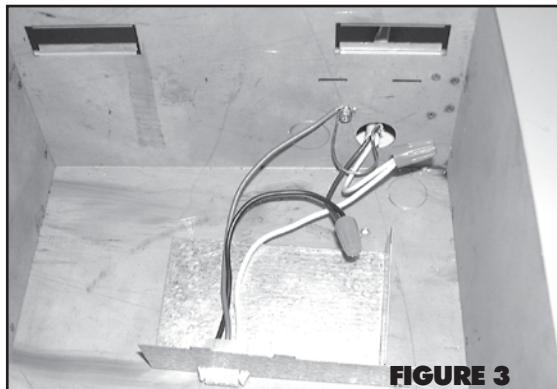

FIGURE 3
7. Connect the supply wiring to the fan wiring using approved wire nuts: black to black and white to white. Connect ground wire to green grounding screw on side of housing. (Fig.3).
7. Conecte el alambrado de suministro al alambrado del ventilador usando tuercas colectoras aprobadas: negro a negro y blanco a blanco. Conecte el alambre a tierra con el tornillo verde para conexión a tierra en el costado del bastidor. (Fig. 3).
7. Brancher le câblage d'alimentation au câblage du ventilateur en se servant pour cela de capuchons approuvés : le noir au noir et le blanc au blanc. Brancher le fil de terre au poteau de mise à terre vert sur la paroi de l'enveloppe. (Fig.3).